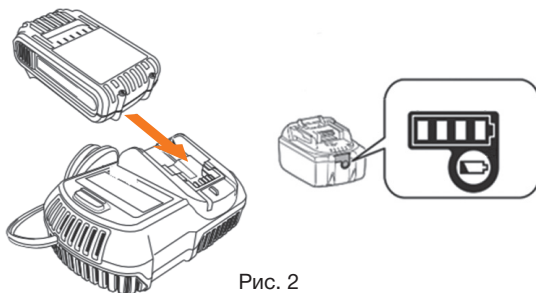

Рис. 2
- Вставьте вилку зарядного устройства в розетку электрической сети 230В. Индикатор на зарядном устройстве загорится зеленым светом (Рис. 2)
- Подключите аккумулятор к зарядному устройству. Индикатор на зарядном устройстве загорится красным светом, и начнется процесс зарядки (Рис. 2).
- После завершения зарядки индикатор на зарядном устройстве изменит свет с красного на зеленый. Извлеките аккумулятор из зарядного устройства, а затем извлеките вилку зарядного устройства из розетки (Рис. 2).